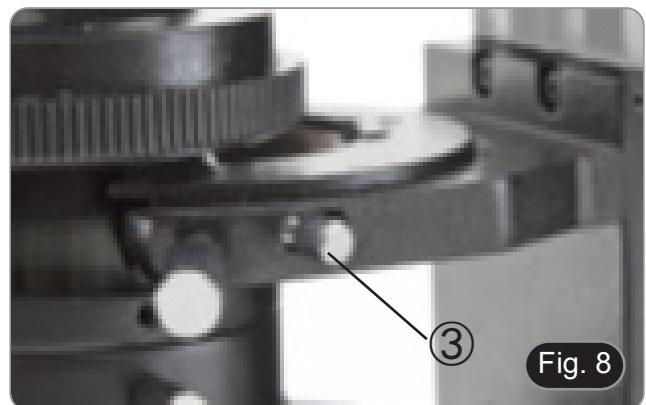

Fig. 8
4. Solte o parafuso de bloqueio do condensador ③. (Fig. 8)